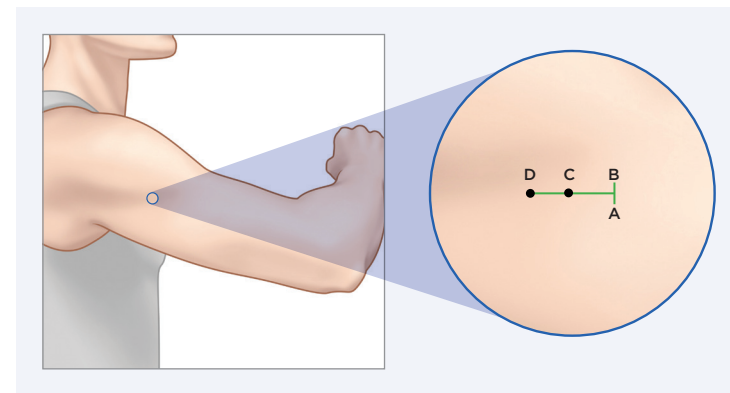

Figura 1
Se debe inyectar anestesia local (aproximadamente 2 ml de lidocaína) aproximadamente 5 mm a lo largo de la incisión planificada (a lo largo de AB) y aproximadamente 30 mm en dirección perpendicular a la incisión planificada (a lo largo de CD), que es la ruta planificada para el disector romo. (Figura 1).
1. Cuando el área de inserción esté bien anestesiada, realice una incisión de unos 5 mm en el lugar de inserción para crear un hueco subcutáneo de unos 3-5 mm por debajo de la superficie de la piel. Inicie la incisión en el punto B (figura 1) y vaya hacia el punto A, hasta que la incisión sea de aproximadamente 5 mm.